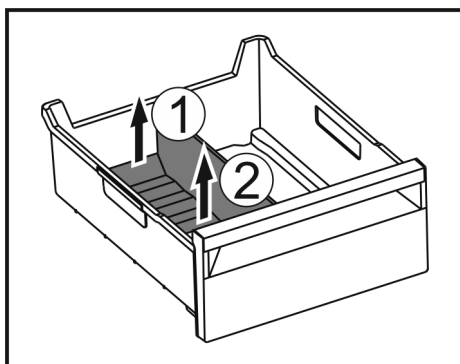

Fig. 117
- Emelje meg a jégrekesz-elválasztó hátsó részét. Fig. 117 (1)
- Vegye ki a jégrekesz-elválasztót felfelé. Fig. 117 (2)